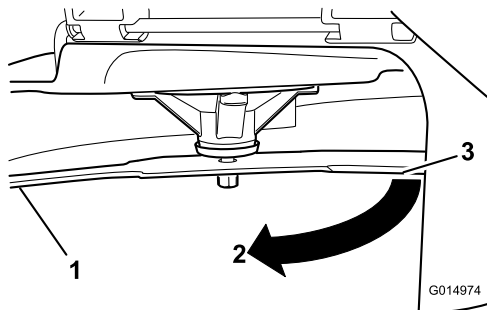

Figure 76
3. Seconde distance mesurée entre la lame et la surface (B)
4. Tournez la même lame de 180 degrés pour amener l'autre tranchant à la même position (Figure 76).